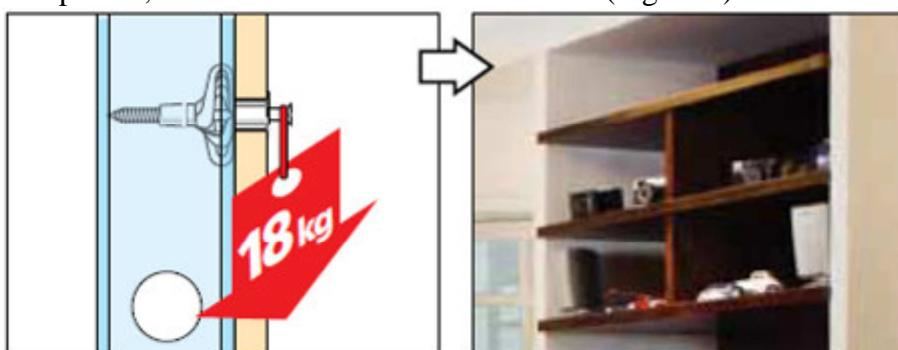

Figura 2 - Fixação de cargas entre 10 kg e 18 kg.
b) Cargas acima de 10 kg\* e até 18 kg\*, devem ser fixadas nos montantes da parede, com buchas metálicas basculantes (Figura 2).